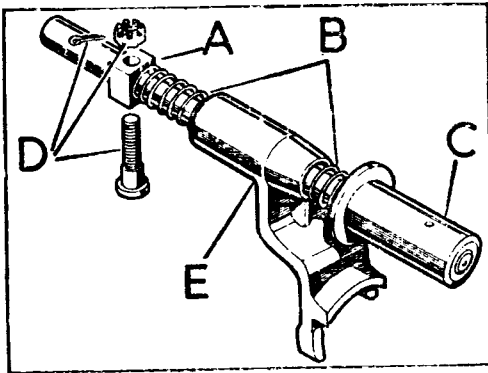

Fig. C1-54 Barra corredera para tracción total
- 1.2.1. Desmontar los elementos de fijación, D (Fig. C1-54) del dado, A, a la barra corredera, C.